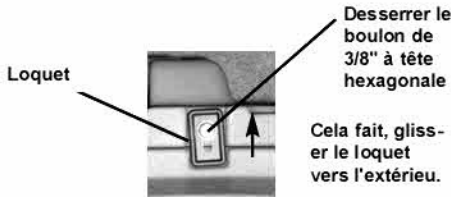

FIGURE 2
1. À l'aide d'une clé de 3/8", desserrer les 8 loquets qui retiennent le panneau d'aspiration. Voir la Figure 2.